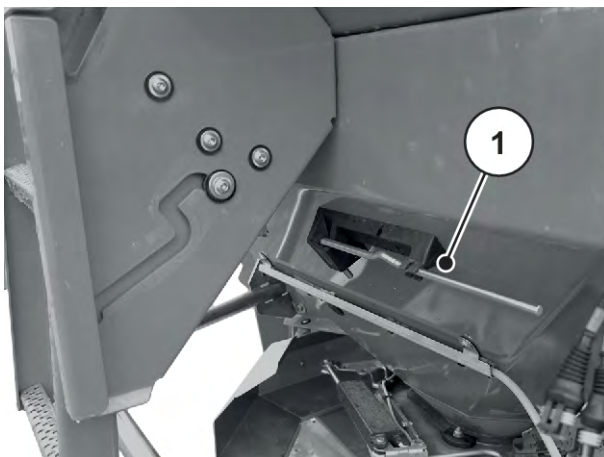

Fig. 26: Indstillingsarmens placering AXIS xx.2
- ▶ Læg indstillingsarmen tilbage i den dertil beregnede holder. Se Fig. 26 Indstillingsarmens placering AXIS xx.2